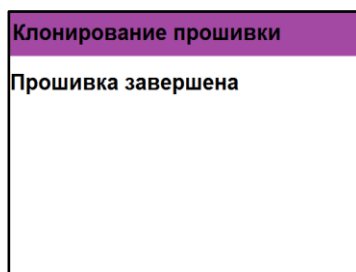

Рисунок 26 - Успешное завершение клонирования программного обеспечения на ППК
- 2.3.9. После клонирования прибор выдаст сообщение о завершении операции (рисунок 26).